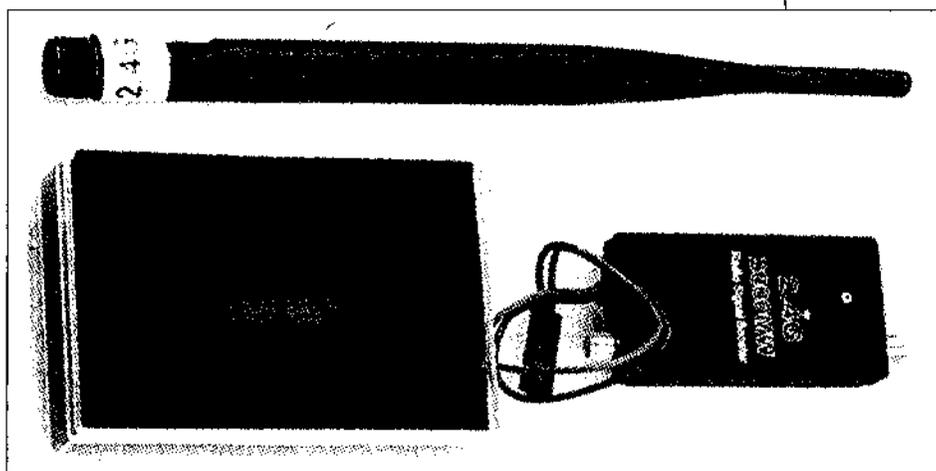

Рис. 3.11. Усилитель радиосигнала на диапазон 2,4 ГГц
**Бустер (booster)** — это усилитель мощности радиосигнала. Вход бустера подключается к антенному выходу передатчика, а к выходу бустера подключается антенна. Наиболее популярны бустеры на диапазон 2,4 ГГц с выходной мощностью 1–2 Вт (рис. 3.11), но для сверхдальних полетов иногда применяются бустеры диапазонов 27, 40 или 72 МГц с выходной мощностью более 10 Вт.